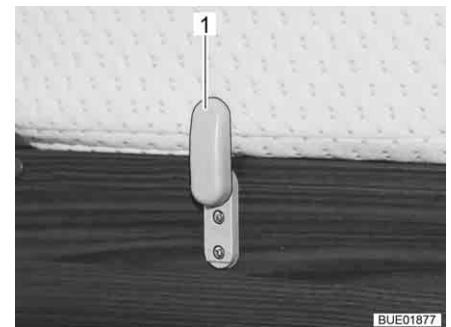

Bild 84 Halteriegel
- Die Halteriegel (Bild 84,1) der Matratze nach unten drehen.